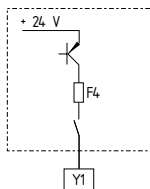

Fig. 7
**Sortie de signalisation Y1 (voir Fig. 7)**